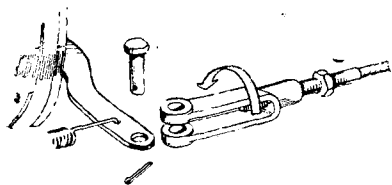

Рис. 79. Регулировка длины троса.
2. Отрегулируйте длину троса вращением вилки (рис. 79).